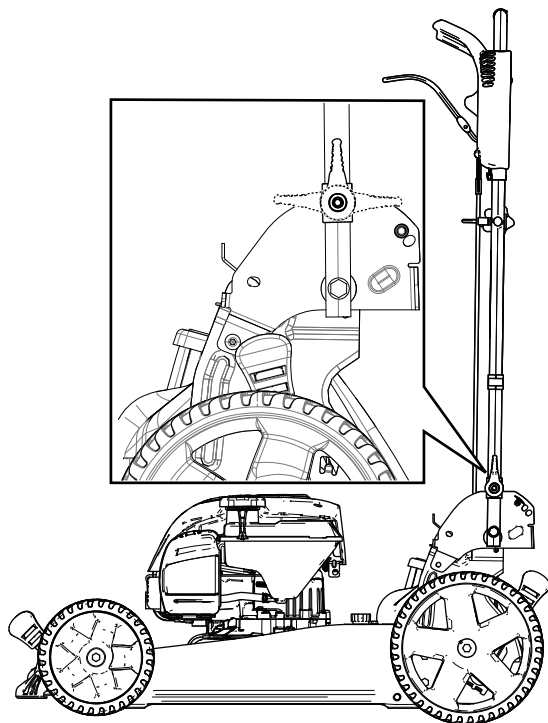

Figure 19
3. Pliez le guidon vers l'avant à la position verticale ou complètement en avant, comme montré à la Figure 19.